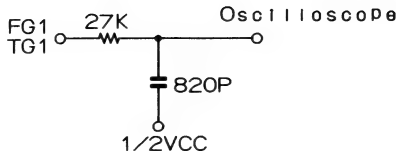

Figure 27-3
(Reference) When the noise element of the error waveform is large and unclear, observe the waveform through the low-pass filter (Fig. 27-3).
- *7 Der passende Meßbereich des Oszilloskops entspricht 0,1 V und 0,5 mS. Der Auslöser ist ebenso wie *5. (Bezug) Wenn das Rauschelement der Fehlerwellenform groß und unklar ist, die Wellenform durch den Tiefpaßfilter beobachten (Abb. 27-3).
- *7 La gamme de l'oscilloscope doit être de 0,1 V et de 0,5 ms. Utiliser le même déclencheur cité dans *5. (Référence) Lorsque le facteur de l'erreur sur la forme d'onde d'erreur est large et flou, observer la forme d'onde à travers le filtre passe-bas (Fig. 27-3).